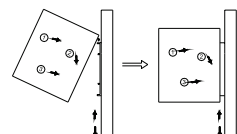

Figura 04
4. Instalar o equipamento, ajustando na extremidade superior da placa de instalação e apertando os parafusos na parte inferior (Figura 04);